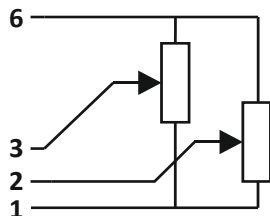

Рис. 5 Регулировка внешними потенциометрами:
- внешними потенциометрами 20кОм(см.рис.5).